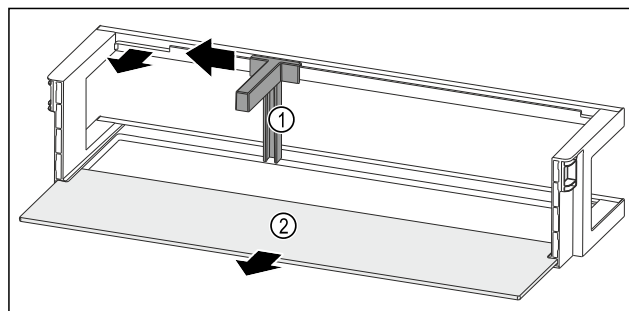

Fig. 231 Raft montat pe ușă cu suport pentru sticle și raft
- ▶ Împingeți în lateral suportul pentru sticle Fig. 231 (1) până la degajare.
- ▶ Extrageți suportul pentru sticle Fig. 231 (1).
- ▶ Extrageți raftul Fig. 231 (2).